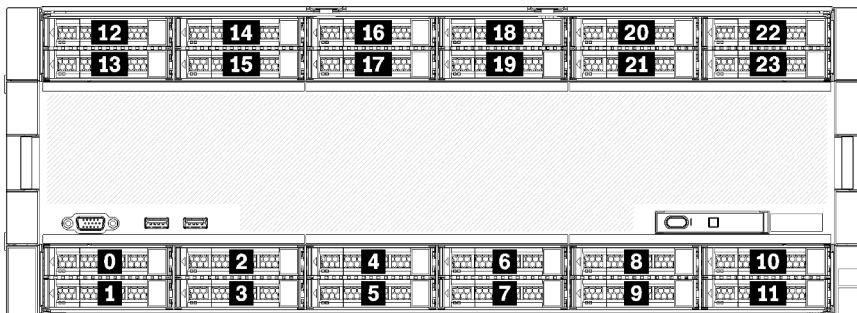

Abbildung 7. Position der Laufwerke
- Die oberen zwei Laufwerke unterstützen Laufwerke mit SAS-, SATA- oder NVMe-Schnittstelle (Lenovo AnyBay). Der Server unterstützt je nach Serverkonfiguration bis zu 12 NVMe-Laufwerke. Die NVMe-fähigen Laufwerkpositionen sind die geradzahligen Positionen, wie dargestellt in Abbildung 7 „Position der Laufwerke“ auf Seite 22.